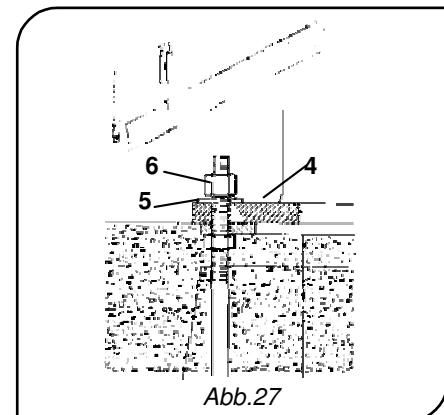

Abb.27
3. Die Säule ohne Arm senkrecht aufrichten, indem man sie versetzt und mit geeigneten Geräten an ihrer Oberseite anhebt; die Säule auf der Fundamenteinrahmung montieren, indem man die Grundplatte 4 korrekt Positionierung und die Bolzen 6 nach Einlegen der entsprechenden flachen Einlegscheiben 5 einsetzt (Abb. 27).